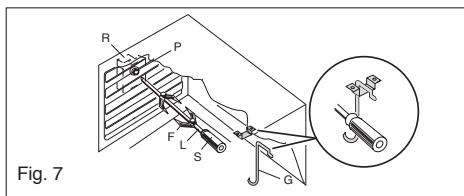

Fig. 7
- Enfiler le poulet ou la pièce à rôtir sur la broche L en prenant bien soin de l'immobiliser entre les deux fourches F et de bien l'équilibrer afin d'éviter des efforts inutiles au moto-réducteur R. (fig. 7).
- Mettre la broche sur le support G, après avoir introduit son extrémité opposée dans le trou P du moteur R (fig. 7). Engager la lèche-frite avec un peu d'eau au dessous de la broche. L'appareil est prévu pour faire fonctionner le grilloir à porte ouverte (fig. 5 A-B). Enfiler le déflecteur S dans les pivots de centrage N présents sur le côté supérieur de l'entrée du four (fig.5 B). Fermer doucement la porte du four contre le déflecteur.
- Pour enlever la broche opérer de la façon contraire utilisant la manette A et un gant de protection en laine isolante (fig. 7).
Fig. 7 b